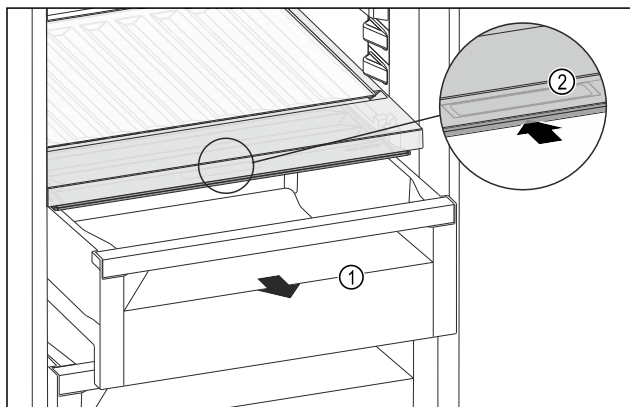

Fig. 123
- ▶ Húzza ki a fiókot Fig. 123 (1).
- ▶ Fogja meg a sülyesztett fogantyút Fig. 123 (2) a rekeszfedelet, és ezzel egy időben tolja hátra a rekeszfedelet.